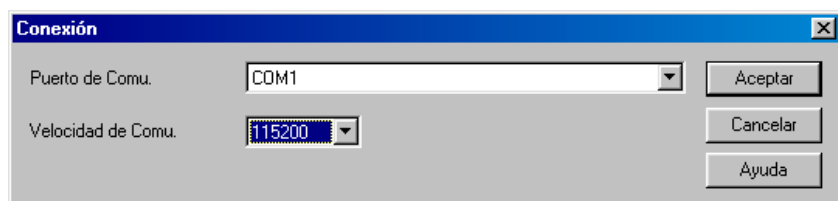

Figura 6-2
- Haga clic en el botón Configurar Instrumento y aparecerá la ventana de Conexión (vea Figura 6-2).
**NOTA:** El instrumento debe ser configurado con la misma velocidad de comunicación que se especifica en la Figura 6-2. Si no lo está, usted debe seleccionar la velocidad que corresponda o cambiar la velocidad del instrumento.